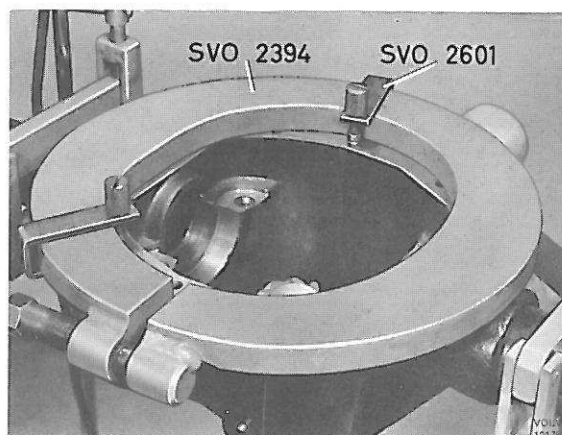

Figure 35. Expansion du carter de pont
6. Adapter l'expandeur SVO 2394 dans les alésages sur le carter de pont comme le montre la figure 35. Bien fixer l'outil avec les supports SVO 2601. Détendre l'outil pour le serrer dans l'ouverture du carter de pont. Serrer ensuite la vis de 3 à 3,5 tours de plus. Sortir le boîtier de différentiel et la couronne. On peut employer le crochet SVO 2337 pour ce travail.